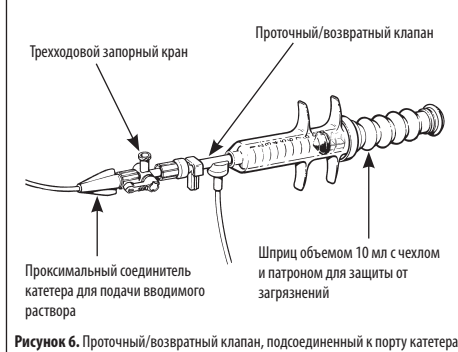

Рисунок 6. Проточный/возвратный клапан, подсоединенный к порту катетера
- Убедитесь, что в канале жидкости нет воздуха. Подсоедините проточный/возвратный клапан к запорному крану порта катетера для подачи вводимого раствора (см. Рисунок 6).